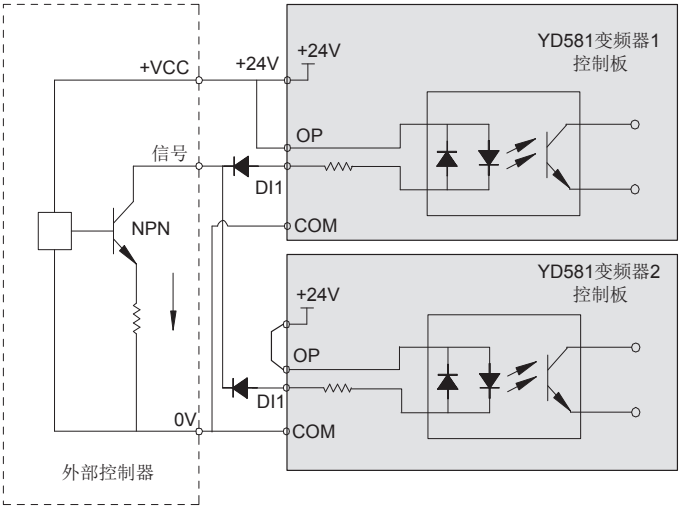

图 3-64 多台变频器 DI 端子并接漏型接线方式
- 此种接线方式下，不同变频器的 DI 端子不能并接使用，否则可能引起 DI 的误动作；若需 DI 端子并接（不同变频器之间），则需在 DI 端子处串接二极管（阳极接 DI）使用，二极管需满足： $I_F > 40\text{mA}$ 、 $V_R > 40\text{V}$ ，如图 3-64。